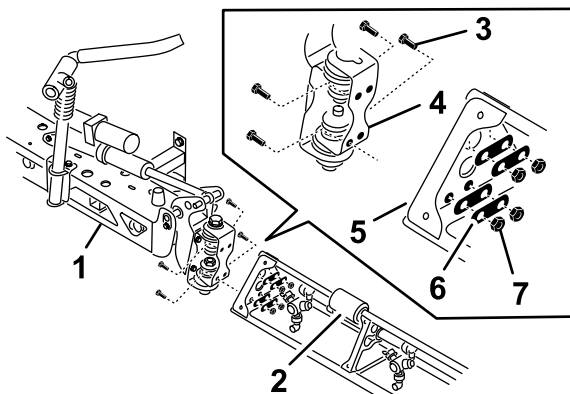

Рисунок 40
2. Поверните каждый кронштейн шарнира в конце средней секции стрелы так, чтобы кронштейны были выровнены вертикально (Рисунок 40).
4. Установите пластину шарнира на треугольную пластину с помощью 4 болтов с фланцевыми головками, 4 опорных пластин и 4 фланцевых контргайек (Рисунок 40), снятых при выполнении пункта 1.
6. Совместите конец штока гидроцилиндра подъема стрелы с отверстиями в выступе кронштейна шарнира (Рисунок 40).
7. Прикрепите конец штока к кронштейну шарнира с помощью штифта и шплинта (Рисунок 40).